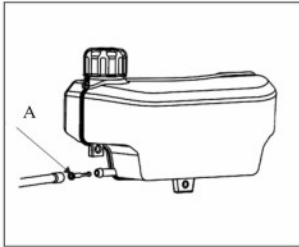

Abb. 14 A. Kraftstoffsieb
3. Installieren Sie das Kraftstoffsieb (A) und die Benzinleitung. (Abb. 14)